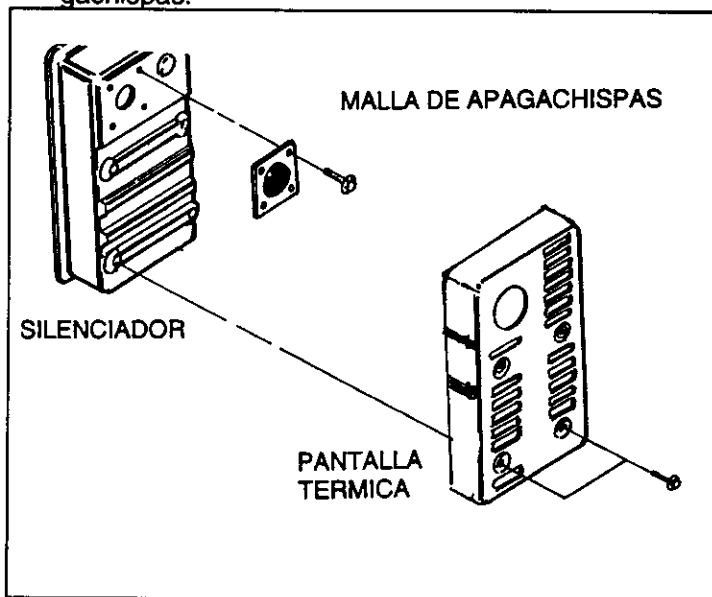

FIG. 14
- Para quitar la pantalla térmica del silenciador (Fig. 14), quite los nueve tornillos que conectan la pantalla al silenciador.